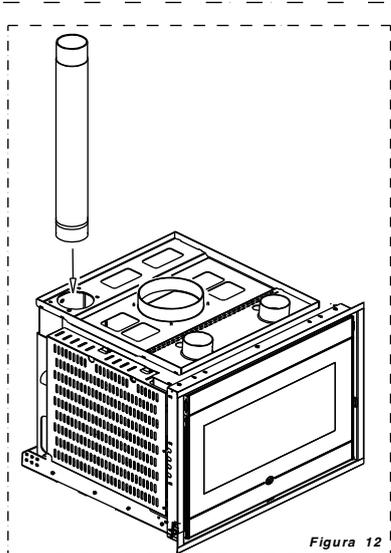

Figura 12
-Per ultima cosa procedere a collegare la canna fumaria all' inserto stesso (vedi Figura 12). E' necessario predisporre un'apertura sul lato sinistro della cappa del camino per poter eseguire quest' operazione e per poter pulire il "T" dell' inserto stesso (rispettare indicazioni par 4.1.)